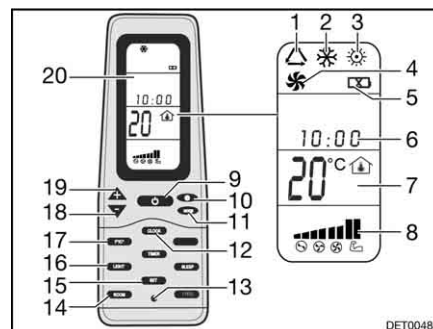

Fig. 180 Télécommande
- Appuyer sur la touche ON/OFF (Fig. 180,9).
- Appuyer sur la touche "Mode" (Fig. 180,11) jusqu'à ce que le mode de fonctionnement souhaité (Fig. 180,1, 2, 3 ou 4) s'affiche à l'écran (Fig. 180,20).
- Régler la température désirée à l'aide des touches "+" (Fig. 180,19) et "-" (Fig. 180,18).
- Sélectionner la vitesse souhaitée du ventilateur à l'aide de sa touche de vitesse (Fig. 180,10).